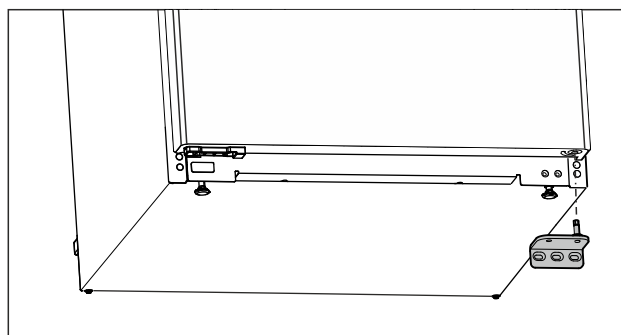

Fig. 16
- Vegye le felé a csapágybakot. (lásd Fig. 16)